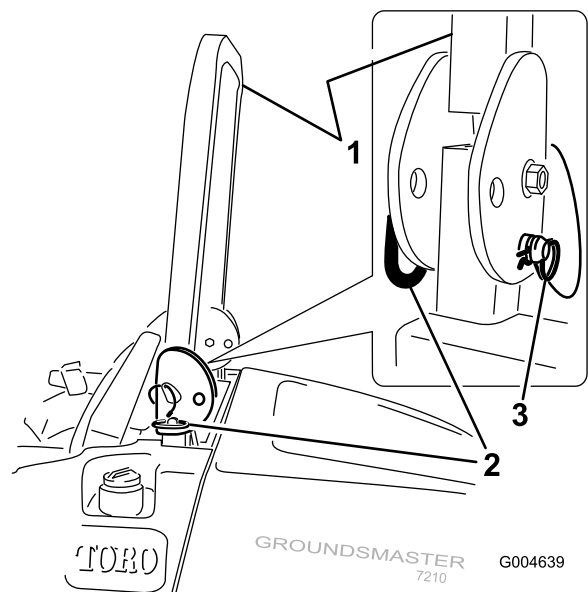

Figure 10
1. Pour abaisser l'arceau de sécurité, retirez les goupilles fendues, poussez l'arceau de sécurité contre les ressorts et retirez les 2 goupilles (Figure 10).
3. Posez les 2 axes et fixez-les avec les goupilles fendues (Figure 10).
4. Pour relever l'arceau de sécurité, retirez les goupilles fendues puis les 2 axes (Figure 10).
5. Relevez complètement l'arceau de sécurité puis insérez les deux axes et fixez ces derniers avec les goupilles fendues (Figure 10).